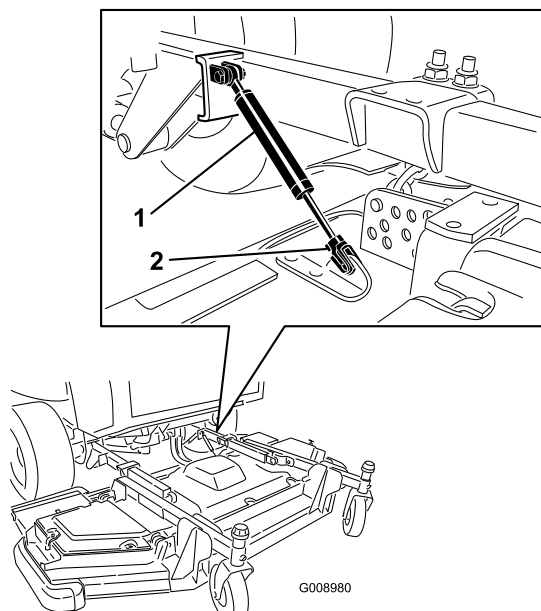

Bild 3
6. Nehmen Sie den Befestigungsclip ab und schließen Sie den Stoßdämpfer vom Mähwerk ab (Bild 3).
11. Richten Sie den Stoßdämpfer für die Befestigung am Mähwerk aus. Setzen Sie das Distanzstück und den Federstift ein, um den Stoßdämpfer am Mähwerk zu befestigen (Bild 3).